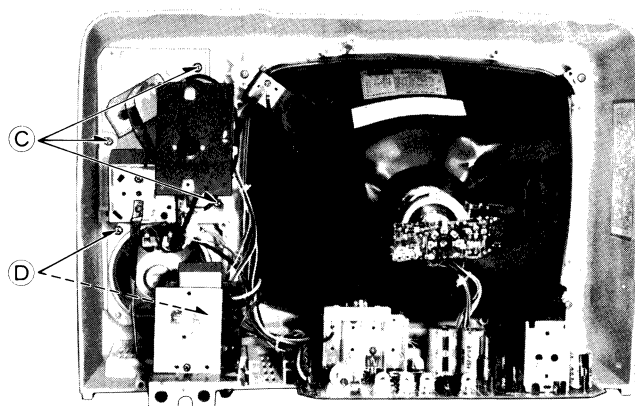

Fig. 3 Abb. 3
2. Remove 3 screws (C) in fig. 3.
2. Remove 2 screws (D) in fig. 3.
2. 3 Schrauben (C) entfernen wie in Abb. 3.
2. 2 Schrauben (D) entfernen wie in Abb. 3.